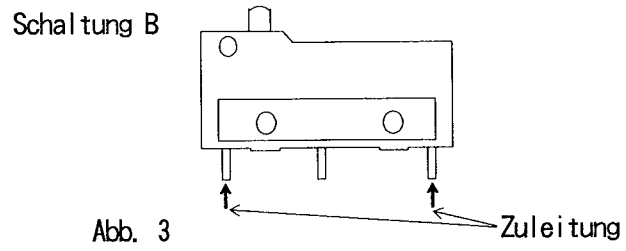

Abb. 3
- ① Beim Zerlegen des Antriebsblocks wird die Kupplungs-Paßfeder und die Schraubenfeder A freigelegt, die nicht herauskommt, um einem Herausfallen beim Austauschen von Getriebeteilen vorzubeugen.
- ② Die Stahlkugeln und die Schraubenfeder C dienen zur Erzeugung eines fühlbaren Rastens am Vorsprung des Antriebsblocks.
- ③ Für die Mikroschalter gelten zwei verschiedene Spezifikationen. Die eine dient für Anschluß A und die andere für Anschluß B (siehe Abb. 3).